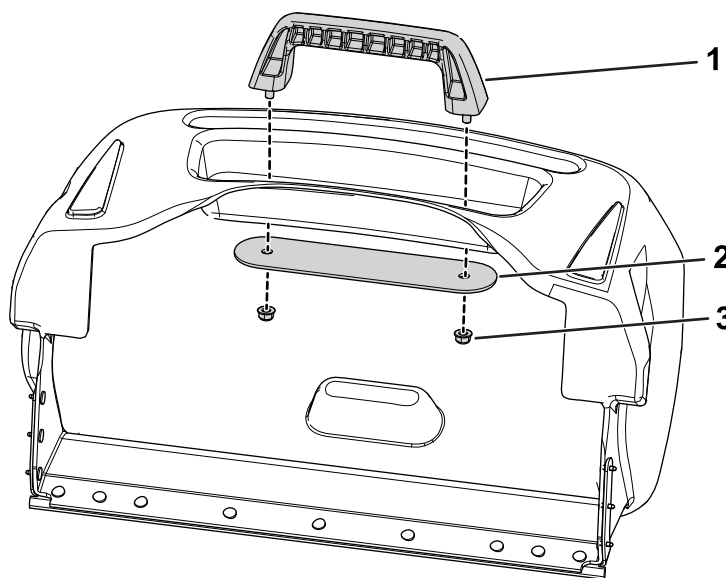

Figura 18
- Retire os componentes da pega (pega, placa de suporte e porcas) do cesto (Figura 18).
2. Utilize as porcas previamente removidas para instalar a pega e a placa de suporte no cesto de relva (Figura 18).